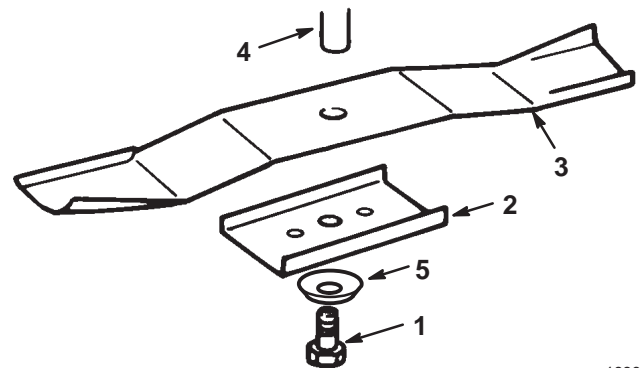

Figure 33
3. Enlevez le boulon (clé de 5/8"), la rondelle bombée, le porte-lame et la lame (Fig. 33). Pour enlever le boulon, bloquez éventuellement la lame en introduisant une cale en bois entre la lame et le carter de tondeuse.
1. Montez la lame, le porte-lame, la rondelle bombée (face concave vers la lame) et le boulon de lame (Fig. 33).